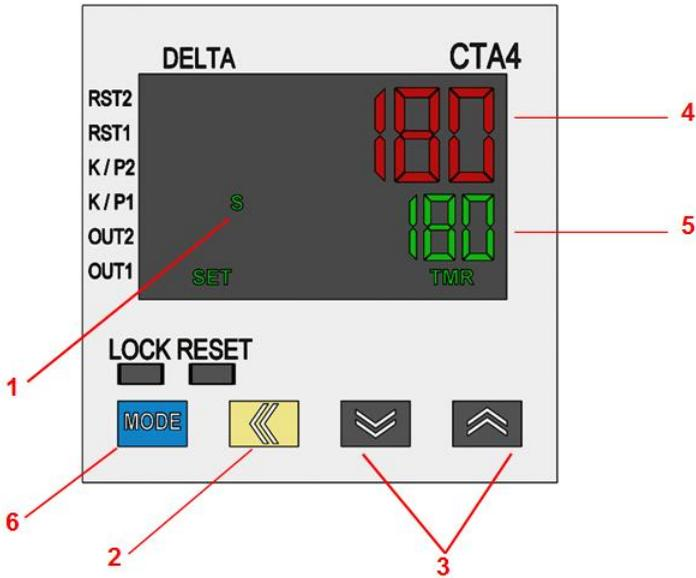

Figure 1
3. Appuyez sur la flèche jaune bouton, vers la gauche (élément 2, Figure 1) pour accéder au mode réglé. Le premier chiffre de la colonne de droite sur l'affichage de la valeur de consigne (élément 5, figure 1) commencera à clignoter.
4. Appuyez sur les boutons fléchés HAUT ou BAS (Élément 3, Figure 1) pour définir le premier chiffre sur la colonne sélectionnée.
7. Une fois que la valeur définie est affichée sur l'affichage, appuyez sur la touche MODE bleue (élément 6, Figure 1) pour régler l'heure.